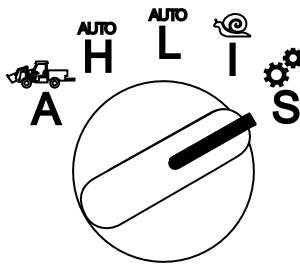

Figura 19
1. Gire el selector del modo operativo a la posición **S** (Figura 19).